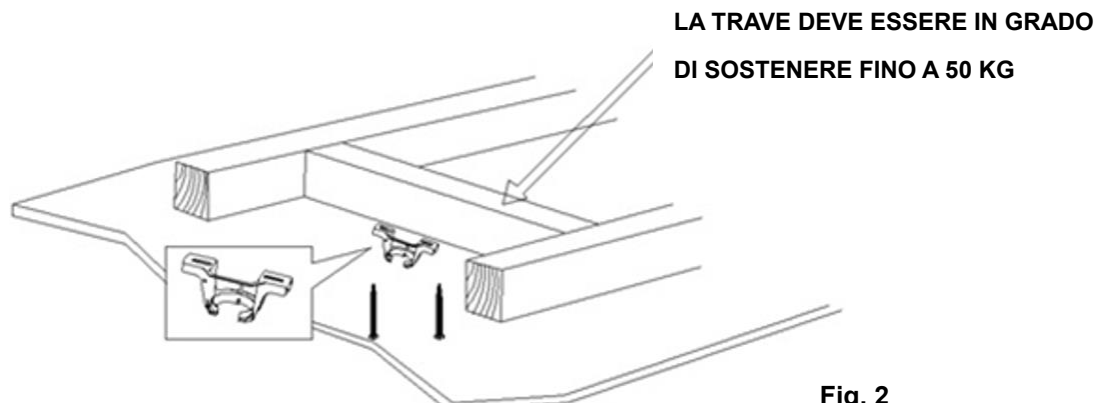

Fig. 2
- Fissare la staffa di supporto a una struttura o una trave del soffitto in grado di sostenere un carico di almeno 50 kg con le due viti lunghe fornite. Assicurarsi che almeno 30 mm della vite siano inseriti nella struttura (Fig. 2).